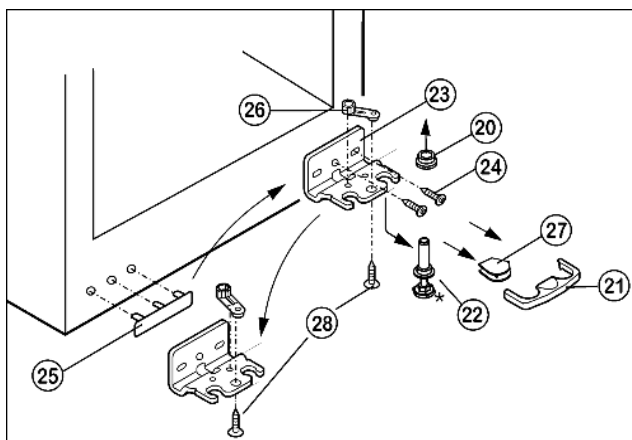

Fig. 5
- ▶ Предохранитель Fig. 5 (21) снимите движением вперед.
- ▶ Снимите крышку Fig. 5 (27).\*
- ▶ Вытяните опорный палец Fig. 5 (22) вниз и вперед. При этом следите за гнездом шарнира Fig. 5 (20).
- ▶ Открутите опорный кронштейн Fig. 5 (23) (2 шт. Torx 25) Fig. 5 (24).
- ▶ Открутите опорную деталь Fig. 5 (26) (1 Torx 25) Fig. 5 (28) и, переставив в отверстие на противоположной стороне опорного кронштейна, снова прикрутите.
- ▶ Осторожно приподнимите и переставьте крышку Fig. 5 (25) со стороны ручки.
- ▶ Снова прикрутите опорный кронштейн Fig. 5 (23) на новой стороне шарнира, при необходимости с помощью аккумуляторного шуруповерта через внешний продольный паз и круглое отверстие.
- ▶ Установите крышку Fig. 5 (27) на противоположной стороне.\*
- ▶ Предохранитель (21) нужно зафиксировать сбоку на кронштейне, чтобы опорный палец и двери были защищены от выпадения.
- ▶ Снова защелкните предохранитель (21) на опорном кронштейне.
- ▶ Наденьте гнездо шарнира Fig. 5 (20).
- ▶ Установите дверцу сверху на нижний опорный палец Fig. 5 (22).
- ▶ Переставьте средний винт на нижнем опорном кронштейне *Fig. 5 (23)* в свободный продольный паз.
- ▶ При необходимости выровняйте дверцы через два продольных паза в нижнем опорном кронштейне *Fig. 5 (23)* параллельно корпусу устройства.